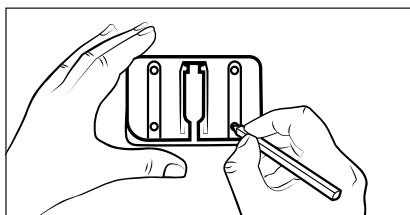

Fig. 5
- 2) Find et velegnet monteringssted til vægholderen ⑧:
- Vægholderen ⑧ skal monteres med tilstrækkelig afstand til gulvet, så det er nemt at sætte produktet ind i vægholderen ⑧ og at tage det ud.
- Der skal være nem adgang til en stikkontakt for netadapteren ⑩.
- 3) Brug vægholderen ⑧ til markering af de fire borehuller på væggen (se fig. 5).